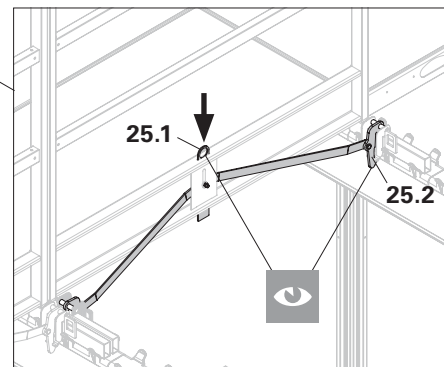

Fig. A8.05
- Se l'aletta (25.1) non è scesa completamente, spingerla verso il basso con il piede. (Fig. A8.05)
- I ganci afferrano i denti della trave? (Fig. A8.05)